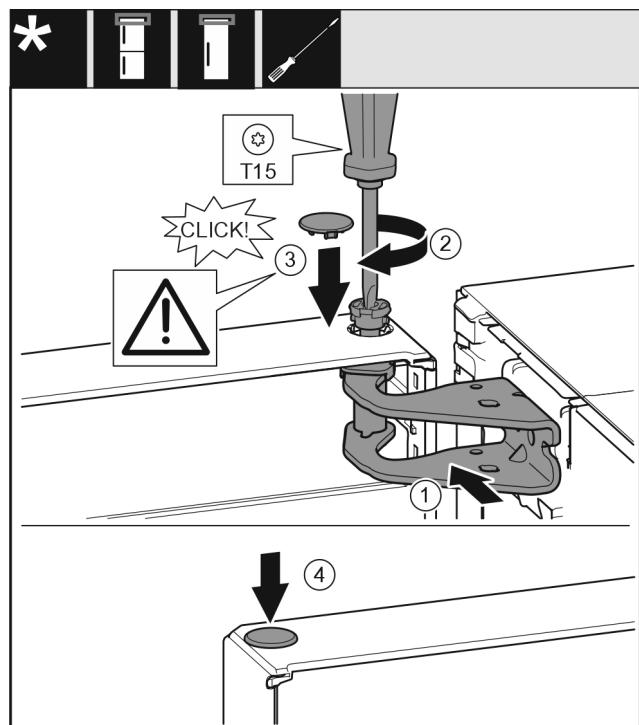

Fig. 15
- Выровняйте дверь вверху по отверстию в опорном кронштейне. *Fig. 15 (1)*
- Вставьте палец и затяните отверткой T15. *Fig. 15 (2)*
- ▶ Установите предохранительную крышку для защиты двери: Вставьте предохранительную крышку и проверьте, прилегает ли она к двери. В ином случае вставьте палец полностью. Fig. 15 (3)
- ▶ Вставьте заглушку. Fig. 15 (4)